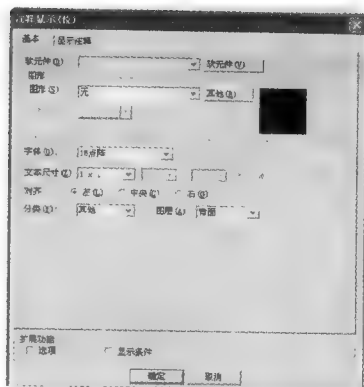

图 8-24 注释文本的设置 1
2) 注释文本。在画面中显示的“正转运行中”、“反转运行中”、“停止中”为注释文本对象，现以“正转运行中”为例介绍其操作方法。首先单击“对象”工具栏 按钮，放在合适位置，先按 ESC 键再双击，弹出如图 8-24 所示窗口，然后在软元件选项中输入“Y000”，其他设置保持默认。